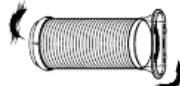

Fig.16b
1. Instaloni përshtatësin B dhe përshtatësin I në tubin e shkarkimit siç tregohet në Fig.16 a ose Fig.16b. Referojuni faqeve të mëparshme për instalimin e pajisjeve të setit të dritareve.